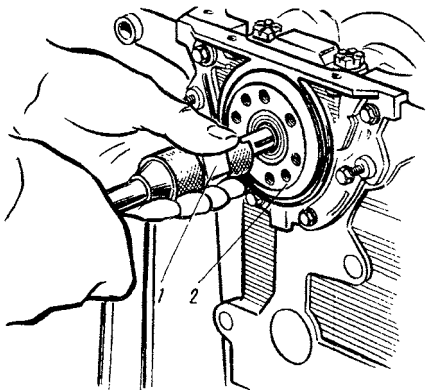

Рис. 4. Снятие подшипника первичного вала коробки передач
2. Износ переднего подшипника первичного вала коробки передач. Заменить новым вышедший из строя подшипник первичного вала коробки передач. При замене старый подшипник выпрессовывают из гнезда в заднем конце коленчатого вала 2 (рис. 4) двигателя с помощью выталкивателя 1 с цанговым наконечником.